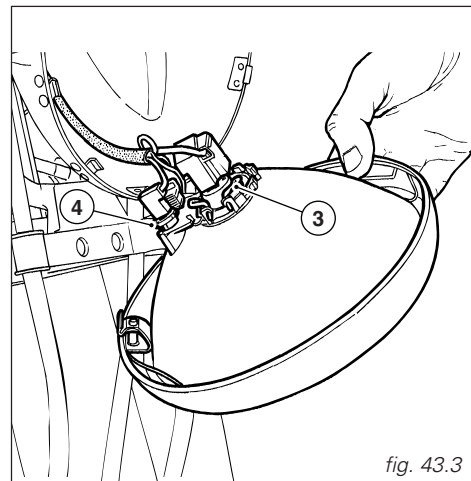

fig. 43.3
agganciate le estremità della molletta (3, fig. 43.3) ai supporti del corpo proiettore;
*Per sostituire la lampadina della luce di posizione, è sufficiente sfilare il portalamпада (4, fig. 43.3) della luce posizione. La lampadina è del tipo con innesto a baionetta, per estrarla occorre premere e ruotare in senso antiorario;
hook the clip (3, fig. 43.3) to the headlamp holders;
*To renew the parking light bulb, withdraw the bulb holder (4, fig. 43.3). The bulb is of the bayonet-type: press and rotate anti-clockwise to remove;
accrochez les extrémités du clip (3, fig. 43.3) aux support de l'ensemble phare;
*Pour remplacer l'ampoule du feu de position, il suffit de dégager sa douille (4, fig. 43.3). L'ampoule est du type à baïonnette, pour la sortir il faut presser en sens inverse des aiguilles d'une montre;
Führen Sie die Führungszungen der Glühbirnenbase in die entsprechenden Sitze ein, dadurch erhalten Sie deren exakte Ausrichtung. Haken Sie nun die Enden der Feder (3, Abb. 43.3) an den Halterungen des Scheinwerferkörpers ein. Schließen Sie die zuvor abgesteckten Kabel wieder an.
Um die Standlichtbirne auszutauschen, reicht es aus, den Leuchtenhalter (4, Abb. 43.3) der Standlichtlampe herauszuziehen. Die Birne hat eine Bajonettfassung und kann mittels Eindrücken und Drehen gegen den Uhrzeigersinn herausgenommen werden. Die neue Birne durch Eindrücken und Drehen im Uhrzeigersinn einrasten lassen und den Leuchtenhalter wieder in ihren Sitz bringen. Die Gruppe Fassung/Parabol wieder einbauen und befestigen.